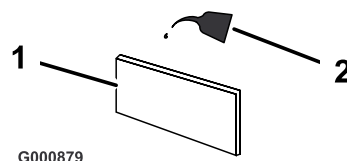

Figura 33
- C. Mettete l'elemento a bagno in olio motore nuovo. (Figura 33). Comprimate l'elemento per eliminare l'olio superfluo.